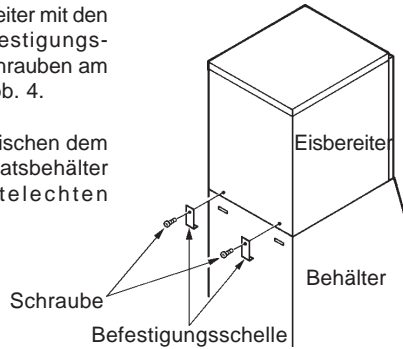

Abb. 4
- 4) Befestigen Sie den Eisbereiter mit den beiliegenden zwei Befestigungsschellen und den zwei Schrauben am Vorratsbehälter. Siehe Abb. 4.